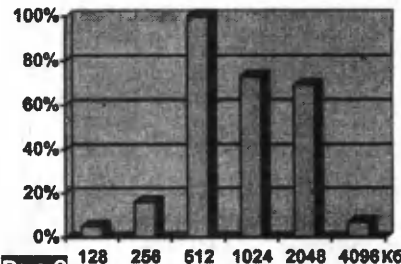

Рис. 2
2. Число игр в картридже 1-16. На рис. 2 показана гистограмма процентного распределения, составленная на основе анализа 1049